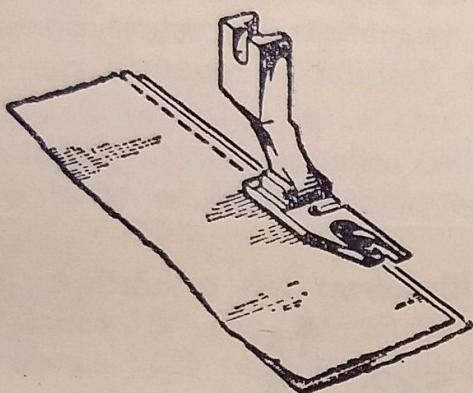

FIG. 39
- Sobreponer el derecho de las dos telas. La orilla de la tela inferior debe sobresalir unos 3 mm. aproximadamente de la orilla de la tela superior (fig. 39).